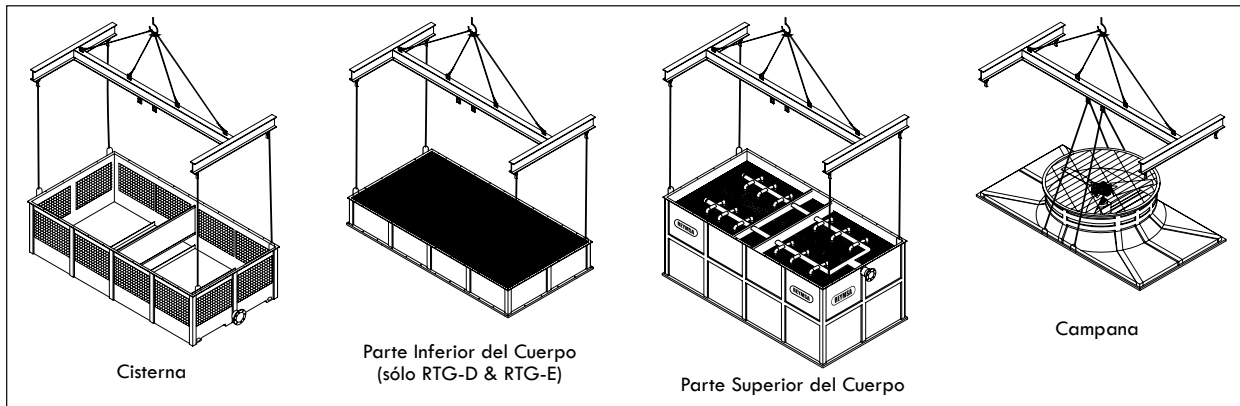

Figura A-46: Levantamiento con grúa de una torre modelo RTG y RTGTC
- B. Al asegurarse que el equipo se encuentra en condiciones apropiadas, se procede a descargarlo del transporte pieza por pieza, utilizando una grúa de la capacidad adecuada (ver Figura A-46 como ejemplo).
- C. Se recomienda un ángulo de levantamiento de al menos 60° entre la banda y la horizontal. La cisterna, cuerpo y campana de las torres vienen equipadas con argollas de izar en cada esquina en la parte superior para el levantamiento con grúa. Coloque las bandas a través de las argollas de izar (como se muestra en la figura A-46). No balancee hasta tensar las bandas.